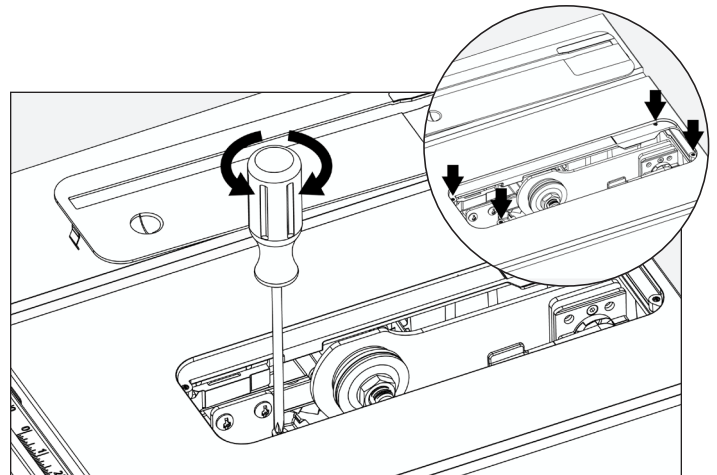

FIGURE 13
Si un réglage est nécessaire, retire la passe-lame et ajuster les vis hexagonales de réglage (4) (figure 13) vers le haut ou vers le bas selon le cas. Remplacer la plaque à gorge et vérifier de nouveau. Répétez ce processus au besoin jusqu'à ce que la passe-lame soit au niveau.